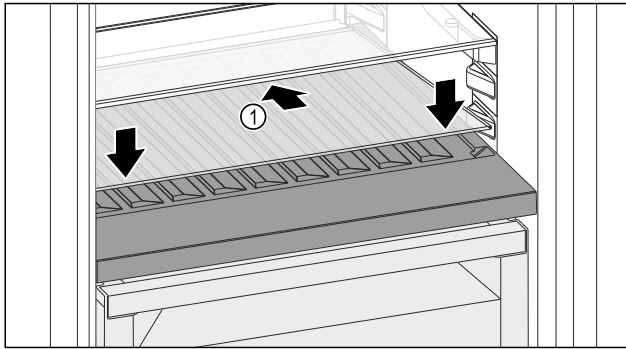

Fig. 153
- ▶ Glasplaat Fig. 153 (1) schuin naar achteren en naar beneden plaatsen.
- ▶ Glasplaat Fig. 153 (1) aan de voorzijde laten zakken.